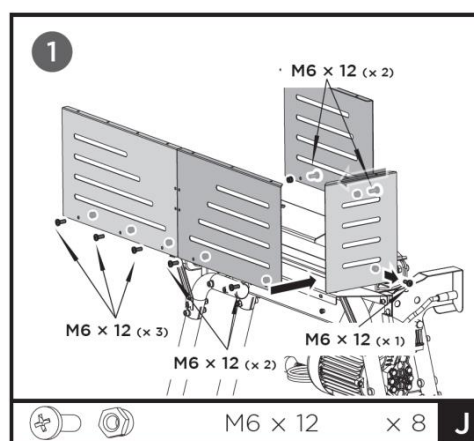

Fig. 10
1. Fissare la piastra di protezione anteriore (q), la piastra di protezione sinistra (r) e le due piastre di protezione posteriori (o e p) al vassoio portatronchi e alla piastra inferiore utilizzando bulloni e dadi M6x12 (J). Vedere Fig. 10.